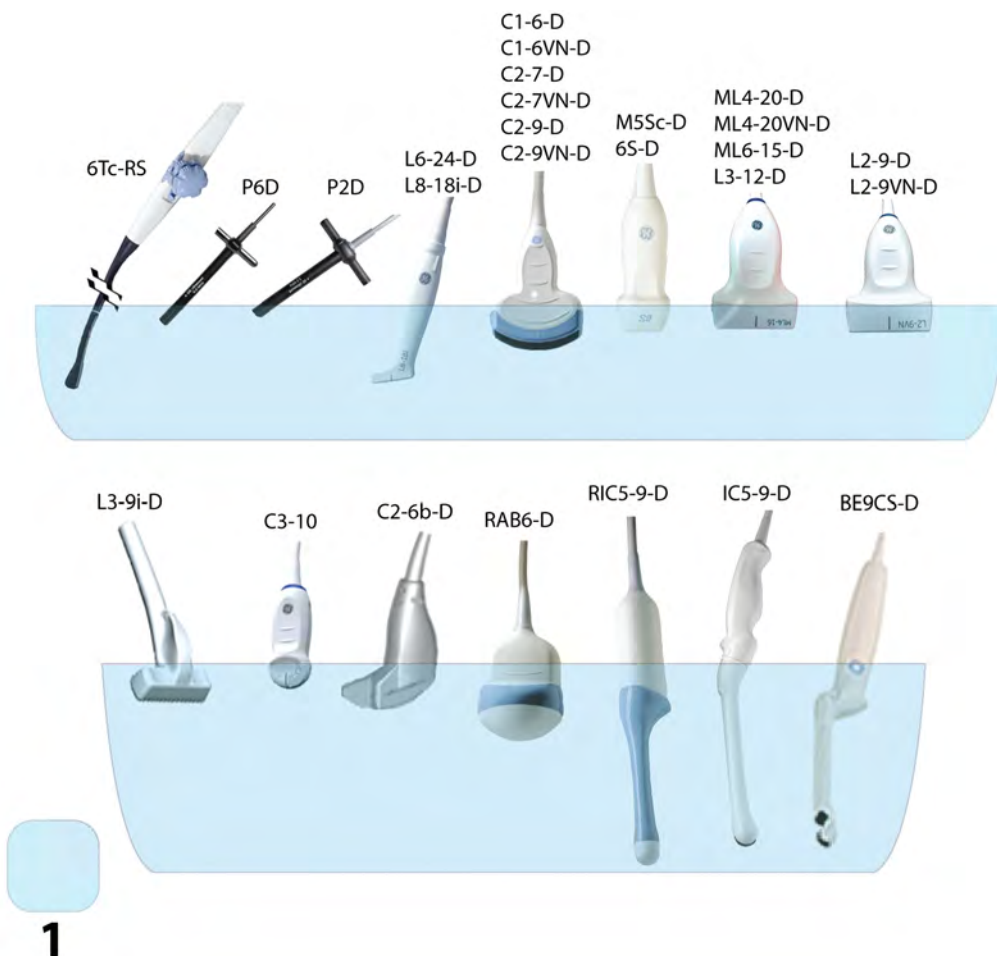

Рис. 11-12. Уровни погружения датчиков, 1 — уровень жидкости
1. Убедитесь, что датчик отключен от консоли. Наденьте чистые перчатки и налейте в раковину или контейнер теплую питьевую воду (30–40 °C) в количестве, достаточном для погружения датчика до уровня, указанного в Рис. 11-12 на стр. 11-40.
Не погружайте датчик ниже уровня, указанного на Рис. 11-12 на стр. 11-40.
1. Убедитесь, что датчик отключен от консоли. Смените перчатки и налейте в раковину или контейнер средство для дезинфекции высокого уровня, разведенное в соответствии с инструкциями производителя этого средства, в количестве, достаточном для погружения датчика до уровня, указанного в Рис. 11-12 на стр. 11-40.